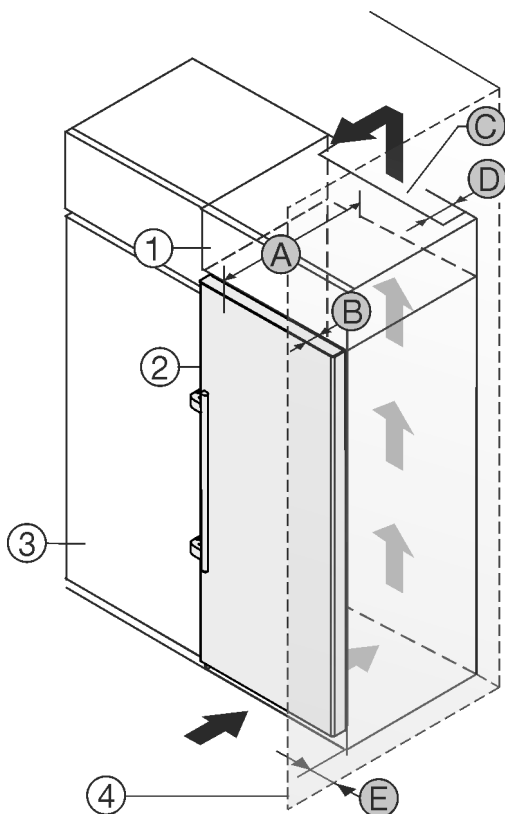

Fig. 2
Můžete přístroj nainstalovat přímo vedle kuchyňské skříňky Fig. 2 (3)*
Na zadní straně nástavné skříňky musí být větrací šachta hluboká Fig. 2 (D) přes celou šířku nástavné skříňky.*
Pod stropem místnosti musí být dodržen ventilační průřez Fig. 2 (C)*
Když přístroj instalujete závěsy vedle stěny Fig. 2 (4), musí být vzdálenost mezi přístrojem a stěnou minimálně 57 mm . To odpovídá přesahu madla při otevřených dvířkách.*
Aby bylo možné dvířka plně otevřít, musí přístroj přesahovat o hloubku dvířek Fig. 2 (B) vůči přední linii kuchyňské skříňky. V závislosti na hloubce kuchyňských skříňek Fig. 2 (3) a použití vymezovačů odstupu od stěny může přístroj vyčnívat dále.*